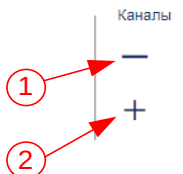

Рисунок 15 – Подменю «Каналы»
3.5.4.1 Подменю «Каналы» (рис. 15) содержит следующие элементы:
3.5.4.4 Кнопка «Удалить выбранные сигналы» (см. рис. 15, поз. 1) позволяет удалить выделенные сигналы с главного окна Программы.